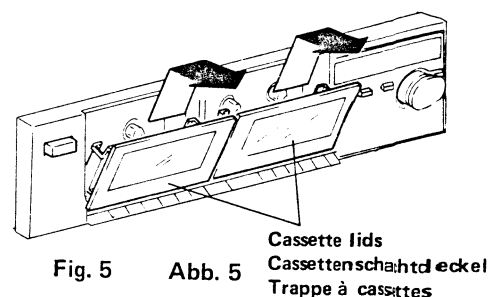

Fig. 5 Abb. 5
#### (1) Cassette lid (Fig. 5)
#### (1) Cassettenschachtdeckel (Abb. 5)
#### (1) Trappe à cassettes (Fig. 5)